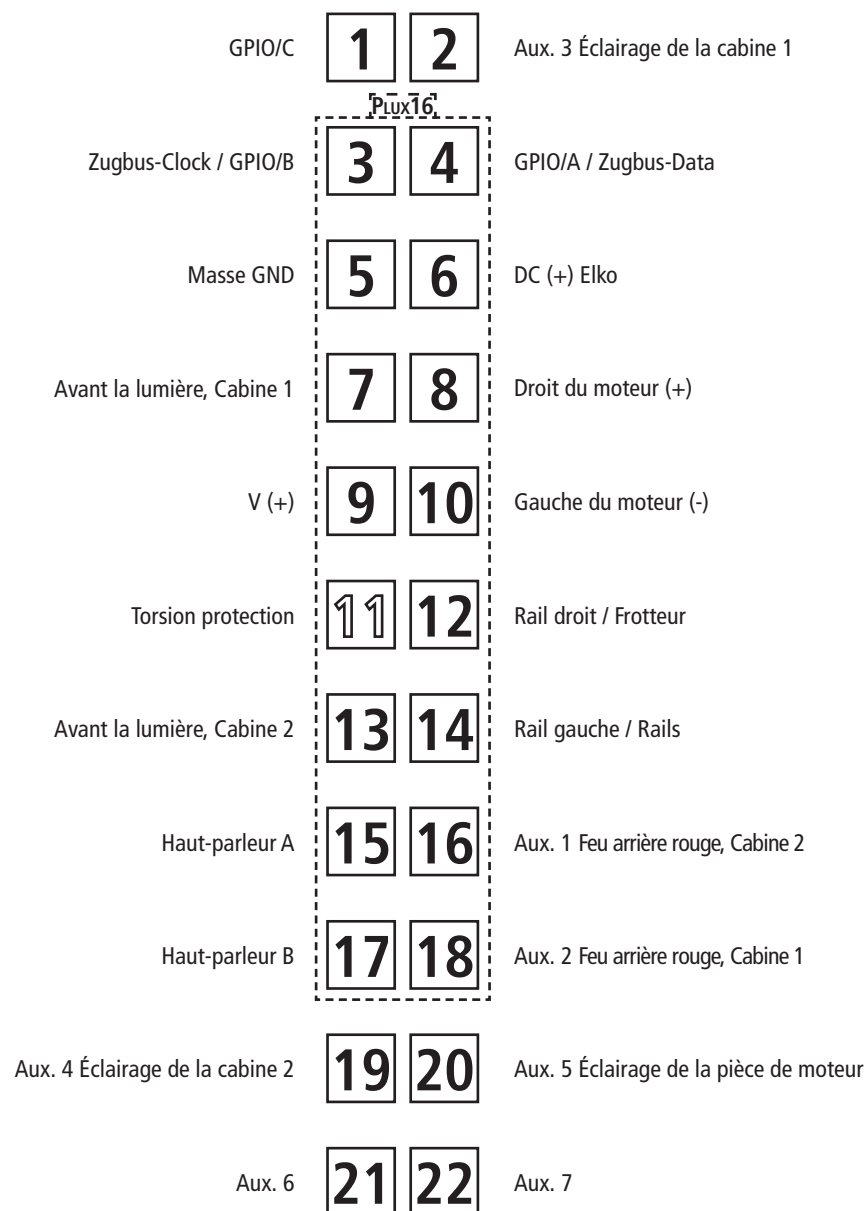
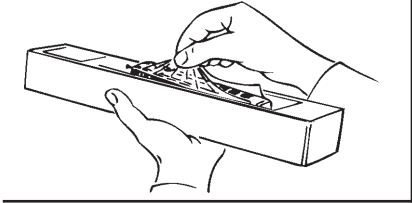
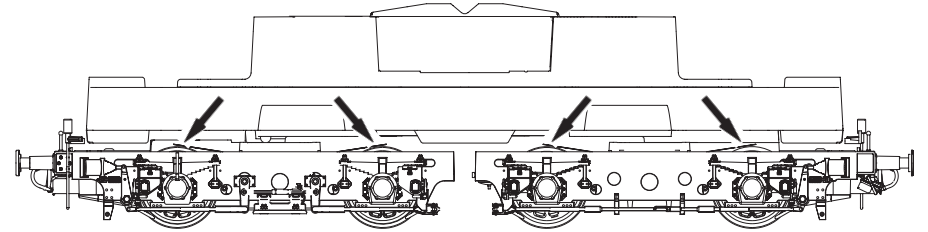

Fig. 6
Fig. 3
Fig. 5
**2. Schmierung:** Versehen Sie die im Schmierplan in Fig. 7 gekennzeichneten Stellen mit nur **kleinen Öltropfen**. Dazu zuerst das Lokgehäuse abnehmen (Fig. 3). Wir empfehlen den **ROCO Öler Art.-Nr. 10906**. Fürs Schmieren der Getriebeteile (Zahnräder, Schnecke) empfehlen wir das **ROCO-Spezialfett Art.-Nr. 10905**. Im Falle der Schmierung diese Teile **nicht ölen**.
**Mehrzugbetrieb:** Zuerst Lokgehäuse abnehmen (Fig. 3). Danach den Brückenstecker aus der Schnittstelle entfernen (diesen sorgsam aufbewahren). Danach den Stecker des Decoders lage-richtig einsetzen (Fig. 5).
**4. Kohlebürstenwechsel:** Lokgehäuse abnehmen (Fig. 3). Danach wird der Motor ausgebaut und die Kohlebürsten ausgewechselt (Fig. 6).
**2. Lubrication:** Apply **tiny oil drops** to spots marked in fig. 7. Prior to lubrication dismantle locomotive (fig. 3). We recommend using item no. **10906, Roco oiler**. For lubrication the gearparts (e.g. cogwheels, worm) we would recommend our Roco **special grease** (item no. **10905**).
**Running in digital mode:** Remove the jumper from the interface. Finally put the plug of the decoder into the interface as shown in fig. 5.
**4. Carbon Brush Changing:** First remove loco body (fig. 3), and then the motor (fig. 6).
**1. Nettoyage des lames de courant aux roues:** Les lames de contacts risquent de s'encrasser rapidement sur des voies poussiéreuses. Veuillez **enlever la poussière** aux endroits marqués à la fig. 6 à l'aide d'un petit pinceau souple.
**2. Graissage:** N'appliquez **qu'une toute petite goutte** aux endroits indiqués par le plan de graissage (fig. 7) après avoir démonté la caisse de la locomotive (fig. 3). Nous vous recommandons **le graisseur à huile Roco réf. 10906**. Pour graisser les engrenages (roues dentées, vis sans fin) nous vous conseillons la **graisse spéciale Roco réf. 10905** pour engrenages en matières synthétiques. Lorsque vous utilisez cette graisse il faut éviter d'huiler ces composants.
Enlevez la fiche de shuntage de l'interface (à conserver!) et enfichez finalement la fiche de décodeur aux prises de l'interface. Veillez à la position correcte de la fiche (fig. 5).
**4. Remplacement des balais du moteur:** Démontez la caisse (fig. 3). Démontez ensuite le moteur et échangez le balais (fig. 6).